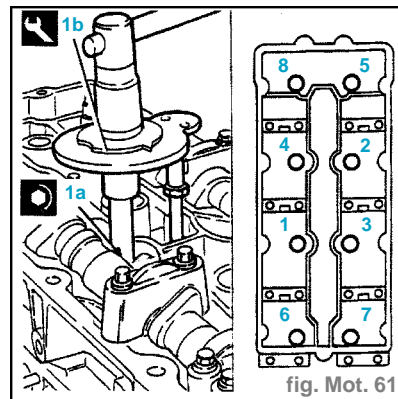

fig. Mot. 61
- Serrer les écrous de la culasse (1a) au couple prescrit à l'aide de l'outil (1b) pour le serrage en angle (fig. Mot. 61).